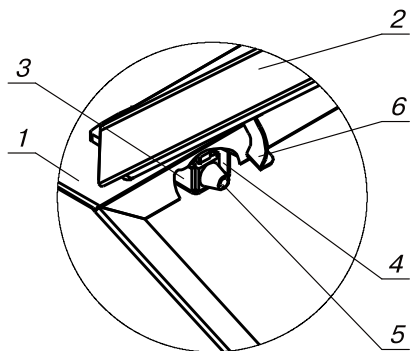

Рис.11 Установка датчика крышки бункера
6.10.6. Установите датчик крышки бункера (поз.3) Рис.11, на кронштейн (поз.4), находящийся на верхней стенке бункера (поз.1), используя винты и шайбы М5, (см. комплект поставки № п/п 4,7,8). Кнопка (поз.5) должна быть обращена к планке (поз.6), расположенной на крышке бункера (поз.2).